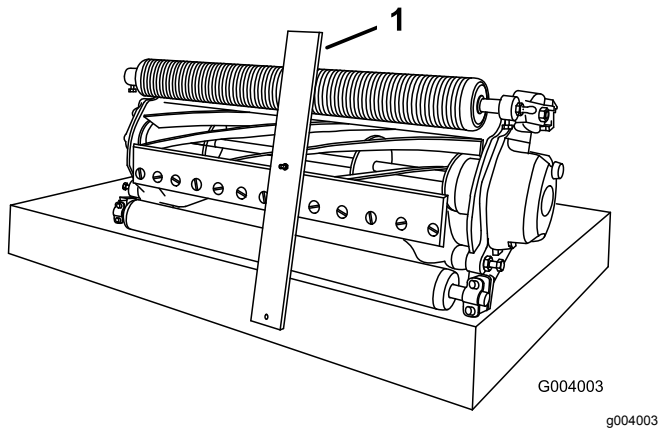

Figure 19
2. Accrochez la tête du boulon du gabarit de hauteur de coupe au tranchant sur le côté droit de la contre-lame et appuyez l'arrière du gabarit contre l'arrière du rouleau (Figure 19).